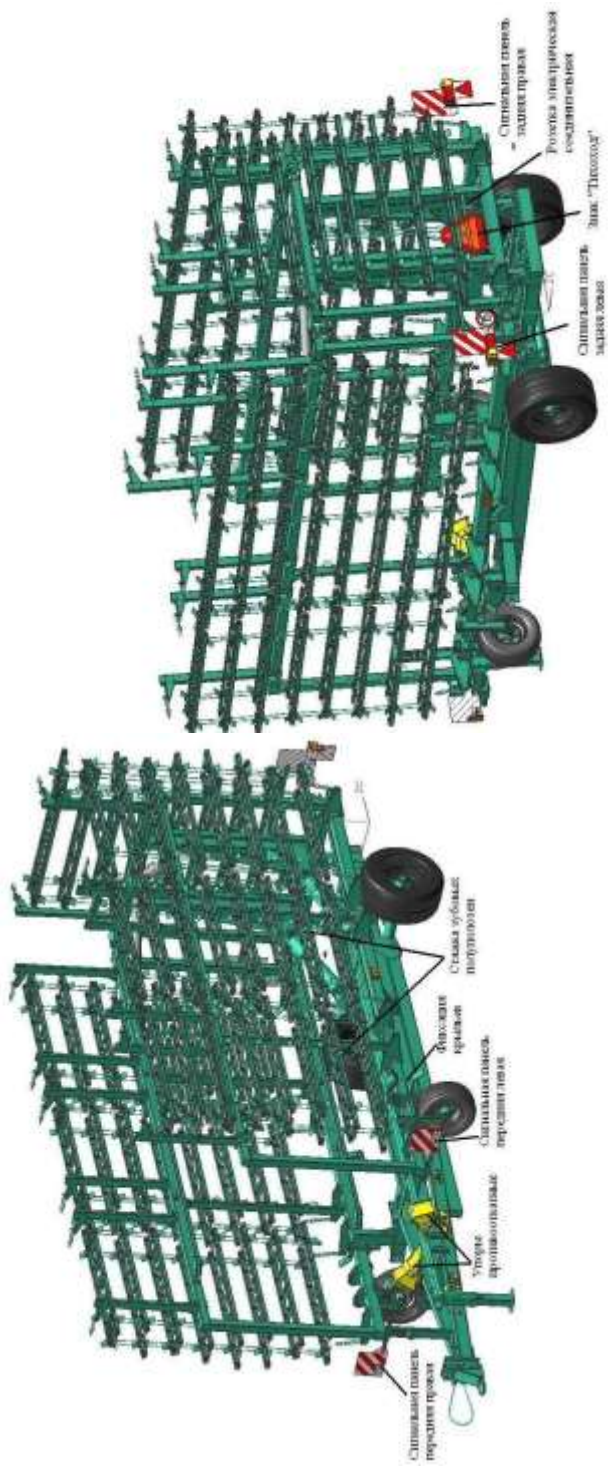

Рисунок 2 – Общий вид бороны в транспортном положении
4.4 Перевод бороны в транспортное положение (рисунок 2):
4.5 Установка и монтаж электрооборудования (рисунок 2):